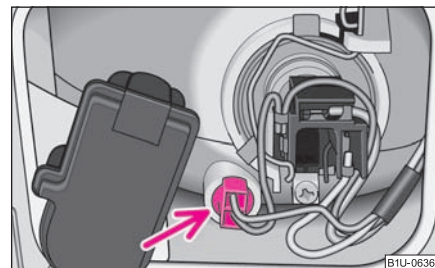

Fig. 175 Cambiar la bombilla de la luz de población
- Extraiga del faro el portalámparas con bombilla para luz de posición ⇒ fig. 175.